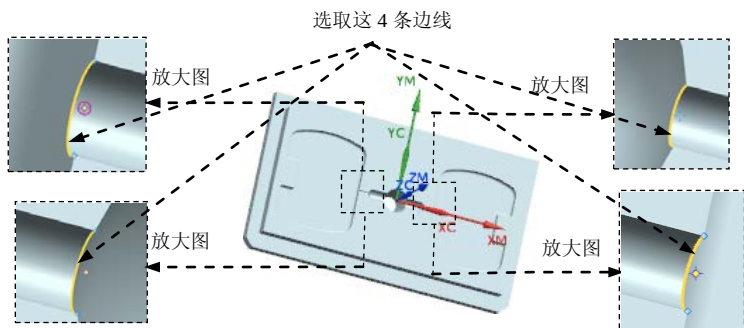

图 18.42 创建边界
Step3. 在“创建边界”对话框的**类型**下拉列表中选择 **开放的** 选项，在**刀具位置**下拉列表中选择 **对中** 选项，选取图 18.42 所示的 4 条边线为几何体边界，单击“创建边界”对话框中的 **创建下一个边界** 按钮。